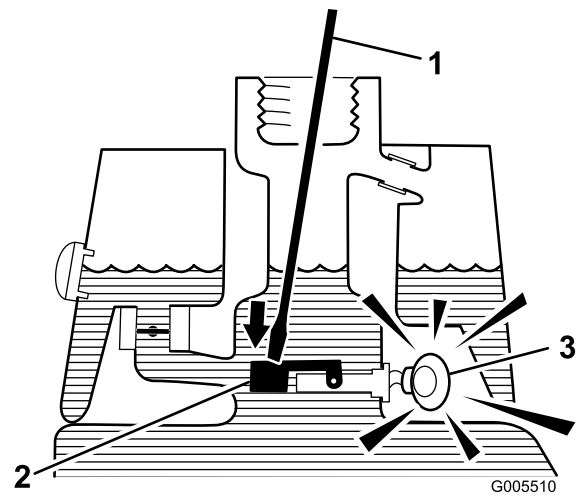

Figura 28
3. Introduzca una varilla o un destornillador limpio en el cuello del depósito y empuje hacia abajo, con cuidado, el flotador del interruptor (Figura 28). Después de la demora de un segundo, debe sonar la alarma.